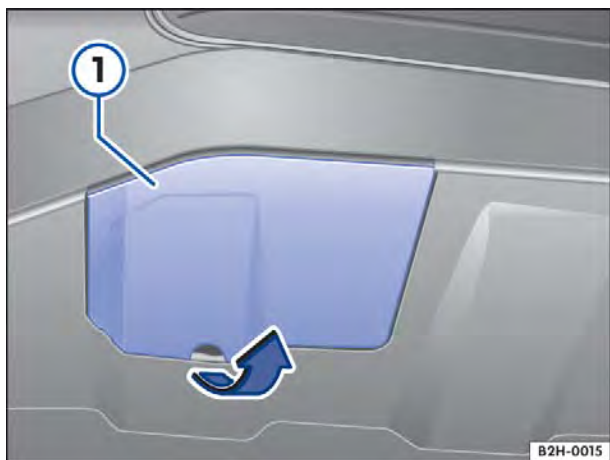

Fig. 183 No para-choque dianteiro à direita: cobertura.
O alojamento da argola de reboque rosqueável se encontra na parte dianteira direita do para-choque sob uma cobertura ⇒ **Fig. 183** ①.
- Introduzir o lado plano da chave de fenda no rebaixo da cobertura e alavancar a cobertura para fora na direção da seta ⇒ **Fig. 183.**